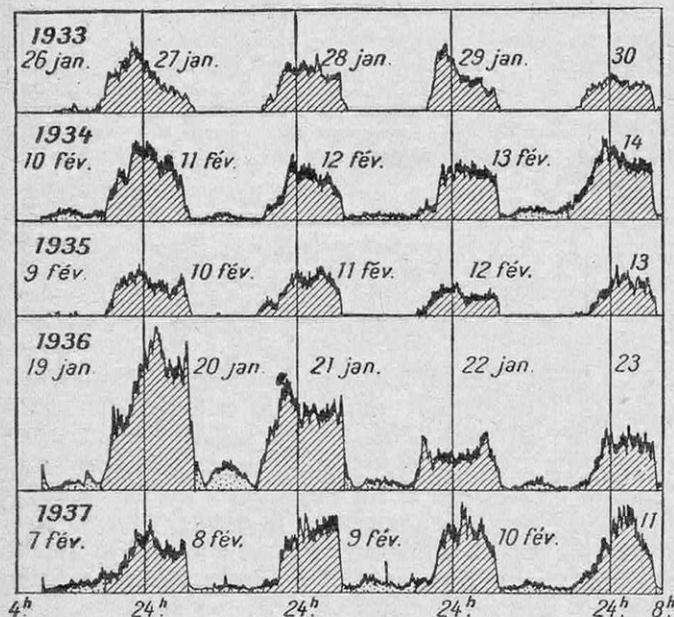

FIG. 6. — DIAGRAMMES MONTRANT COMMENT VARIE LE NOMBRE MOYEN DE PARASITES ATMOSPHÉRIQUES AVEC L'HEURE DE LA JOURNÉE EN HIVER
M. R. Bureau, qui recueille depuis plusieurs années les atmosphériques parvenus à Saint-Cyr, a pu constater que le hasard des émissions orageuses qui leur donnent naissance, s'organise en donnant des résultats d'ensemble d'une régularité remarquable. On en a la preuve en considérant, d'abord, les graphiques de la figure 6, dont les ordonnées sont, à chaque instant, proportionnelles aux nombres des parasites enregistrés pendant une minute. Si on considère spécialement les résultats obtenus en hiver